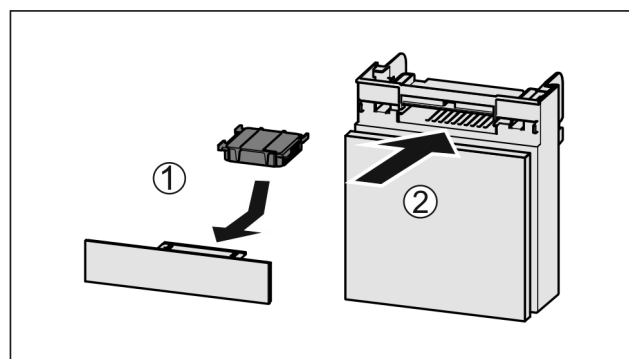

Fig. 88
- Поставете Fig. 88 (1) филтъра с активен въглен, както е показано на фигурата.
- Вкарайте Fig. 88 (2) отделението.